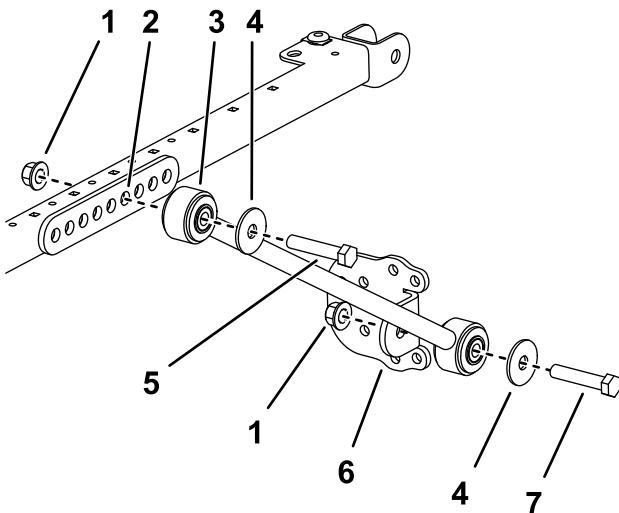

Figure 20
- De chaque côté du cadre du pare-soleil, fixez légèrement une extension dans le quatrième trou du support du renfort à l'aide de 2 boulons (1/2" x 2 3/4") et 2 écrous à embase (1/2"), comme montré à la Figure 20.
13. Fixez légèrement un support à chaque renfort à l'aide d'un boulon (½" x 2½"), d'une rondelle (½") et d'un écrou à embase (½"), comme montré à la Figure 20.